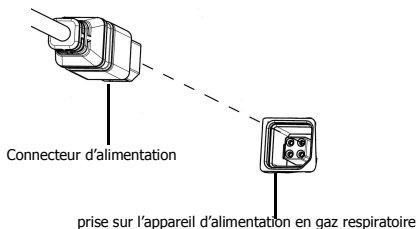

Fig. 2
- (1) Déballez et sortez le produit.
- (2) Connectez le connecteur pour le dispositif d'alimentation en gaz respiratoire du LH1 Tube et de l'appareil d'alimentation en gaz respiratoire.
- (3) Branchez le connecteur d'alimentation du LH1 Tube et la prise de l'appareil d'alimentation en gaz respiratoire comme indiqué sur la Fig. 2.